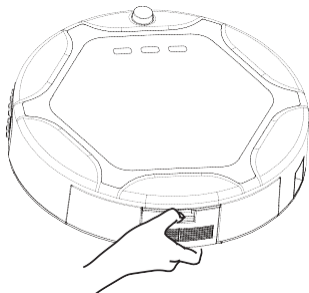

Рис. 1
- А. Возьмите изделие рукой за нижнюю часть и нажмите на кнопку на камере для пыли (смотрите рис. 1).